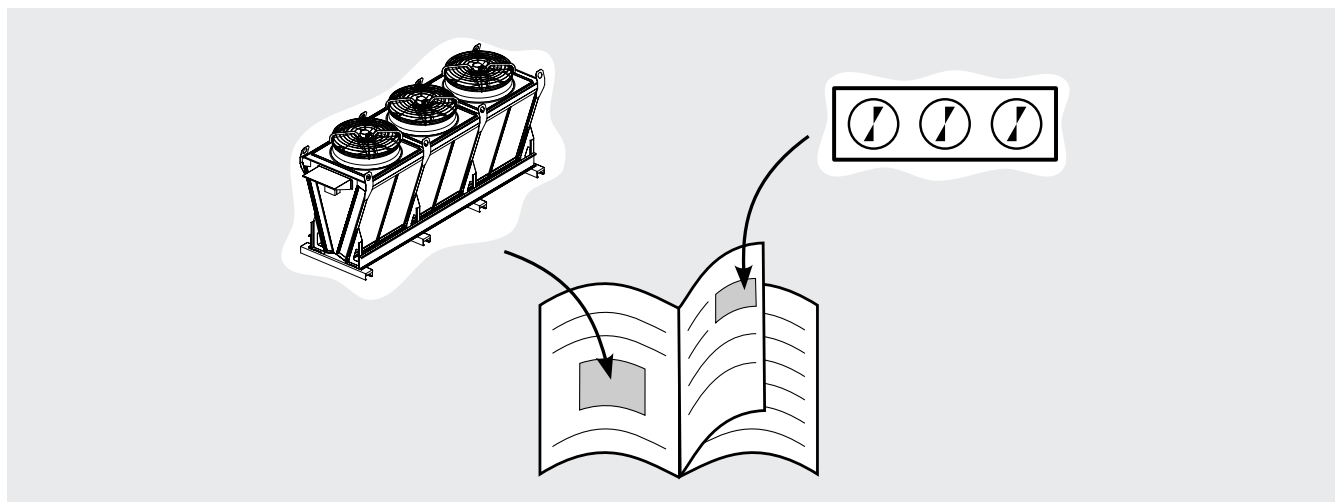

Figura 2
3.2 Nelle immagini presenti in questo documento, verrà sempre rappresentato un generico modello a V a singola fila con 3 motoventilatori: si tratta soltanto di una rappresentazione grafica esemplificativa. Si veda la Figura 2.